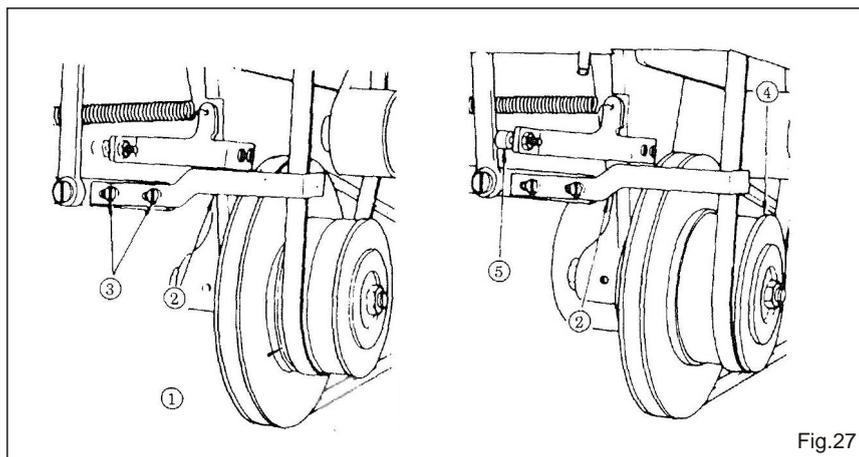

Fig.27
24. AJUSTE DO TRANSMISSOR DE VELOCIDADE (Fig. 27)